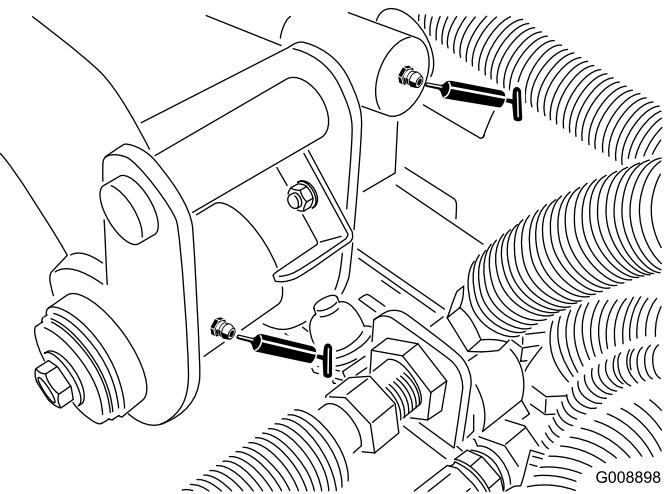

Bild 48
- Hintere Hubarm-Drehbüchsen und Hubzylinder (2) (Bild 48)